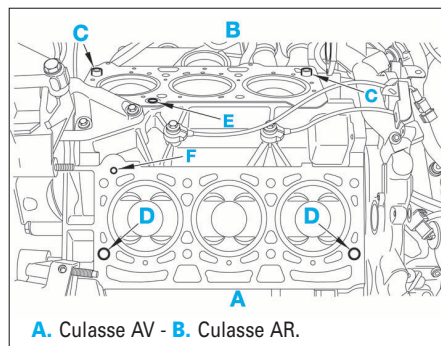

FIG. 79
- S'assurer de la présence des douilles de centrage (D) et (E) (Fig.79) sur le bloc-cylindres.
- Positionner le bon joint de culasse (voir aux caractéristiques) correctement, trou de graissages (E) et (F) en, face des alimentations d'huile.